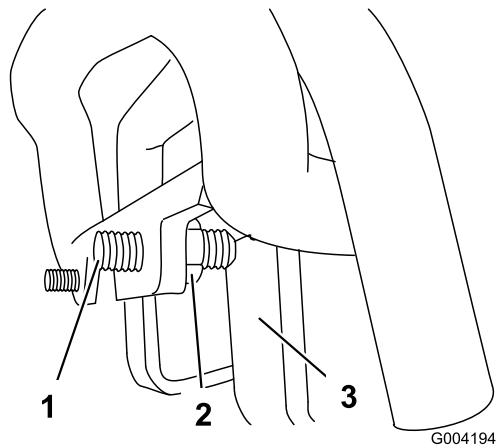

Figure 52
3. Si la machine se déporte vers la **gauche**, desserrez l'écrou de blocage **droit** et ajustez la vis de réglage de correction directionnelle à l'avant de la commande de déplacement (Figure 52).
4. Si la machine se déporte vers la **droite**, desserrez l'écrou de blocage **gauche** et ajustez la vis de réglage de correction directionnelle à l'avant de la commande de déplacement (Figure 52).